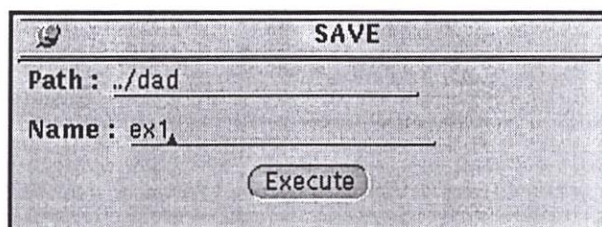

Figura 1.7: Salvar o modelo com outro nome e/ou em outro diretório
- *Save As*: serve para salvar um modelo já salvo com outro nome e/ou em outro diretório. Para selecioná-lo deve-se clicar uma vez com o botão esquerdo do *mouse* sob *Save As*. É exigido o diretório onde se quer salvar e um nome para o arquivo, como mostra a figura 1.7. Os comandos e cuidados a tomar com o *Save As* são idênticos aos com o *Save*;